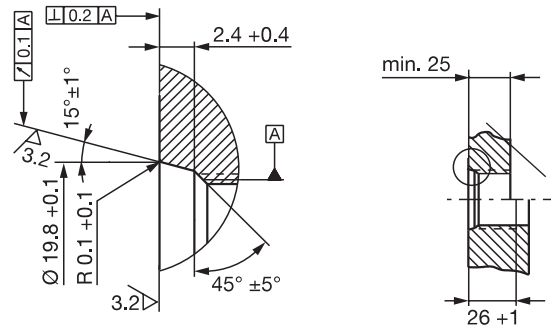
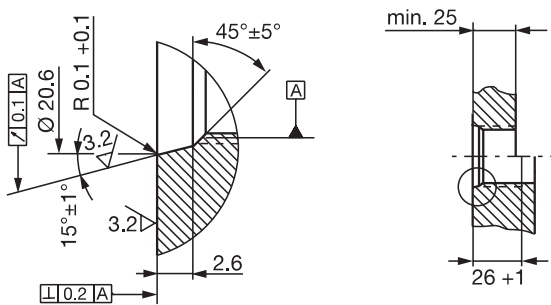

Bild 4-3: Einschraubloch M18x1.5 nach ISO 6149 O-Ring 15.4x2.1
Bild 4-4: Einschraubloch 3/4"-16UNF nach SAE J475 O-Ring 15.3x2.4
Passbohrung: Die Anlagefläche des BTL-Gehäuses muss vollständig an der Aufnahmefläche anliegen. Der passende O-Ring muss die Bohrung perfekt abdichten, d.h. die Ansenkung für den O-Ring muss Bild 4-3 und Bild 4-4 entsprechend gefertigt werden.
- ▶ Einschraubloch mit Gewinde (gegebenenfalls Ansenkung für den O-Ring) gemäß Bild 4-3 bzw. Bild 4-4 herstellen.